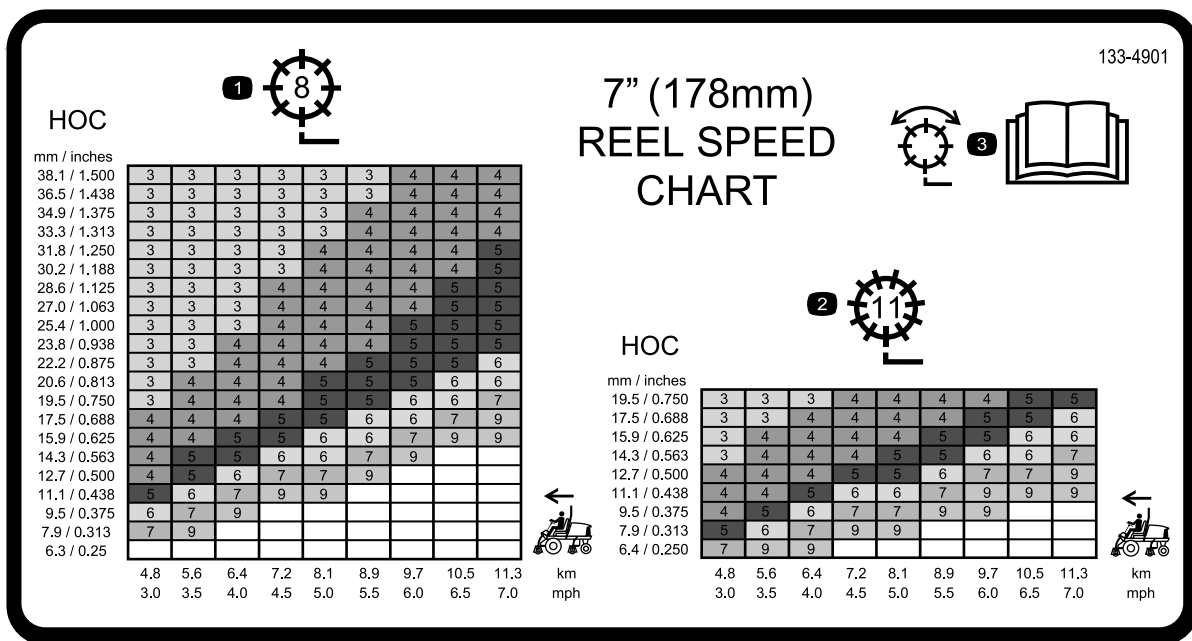

Figura 36
- Utilize o gráfico nos autocolantes da velocidade dos cilindros (Figura 35 e Figura 36), para determinar a velocidade adequada dos cilindros.